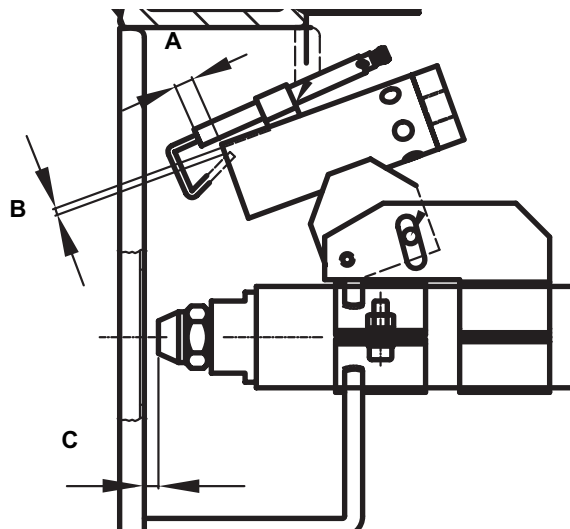

Рис. 25
- Проверить и почистить запальный электрод запальной горелки, подправить его и, при необходимости, заменить. (См. Vedi Рис. 25).
Для полной гарантии хорошего горения, необходимо, чтобы были соблюдены размеры (указанные в мм), указанные на Рис. 25.